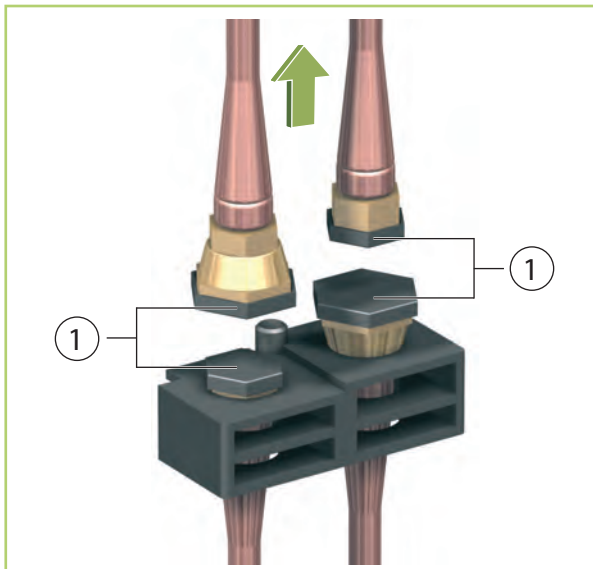

Abb. 16: Schutzkappen aufschrauben
13. Schrauben Sie die im Lieferumfang enthaltenen Schutzkappen auf die 4 Kupplungshälften (Abb. 16).